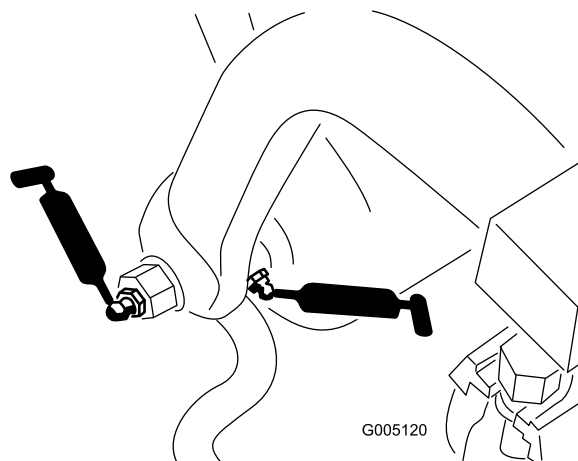

Figura 27
- Eje y rodillo del bastidor de tiro (12) (Figura 27)